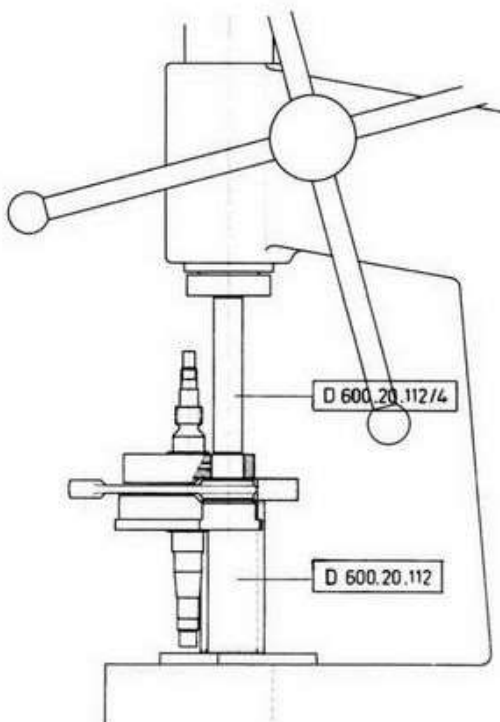

Fig. 43
- Auf einer Presse, mittels Halter Nr D 600.20.112 und Dorn Nr D 600.20.112/4 den Kurbelzapfen aus der rechten Kurbelwellenwange (Steuerseite) heraustreiben (Fig. 43)
- A l'aide du support No D 600.20.112 et du mandrin No D 600.20.112/4 extraire sur une presse le maneton de la joue du vilebrequin, côté distribution (fig.43)